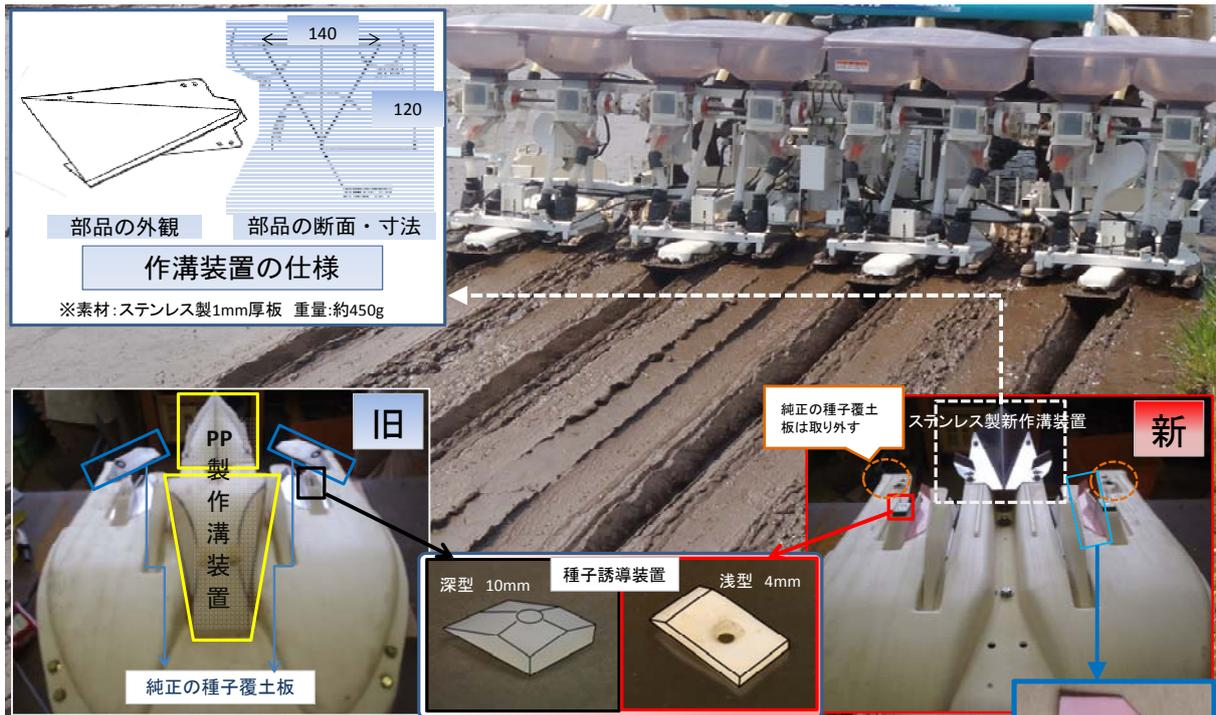
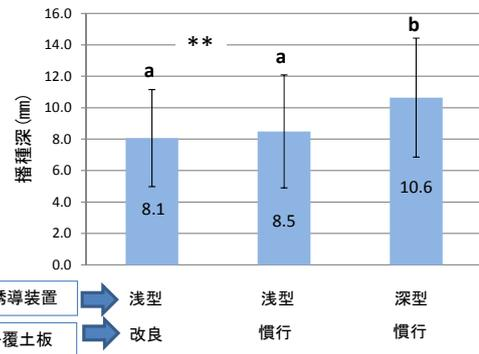

図1 新作溝装置の諸元とフロート底面プロファイル
図3 種子誘導装置と種子覆土板による播種深
- (1) 新たな作溝装置は、高精度湛水直播機（緊プロ機ベース）のプロート部分に装着できる1ピース・シームレスのステンレス製作溝装置である。1ピース当たりの重量は約 450g であり、従来の PP 製作溝装置の約 2000g と比べて軽量である。製作費（試作費実費）は、材料費込みで、1セット4部品（8条用）で約2万円であり、従来の PP 製作溝装置（8条用販売価格約24万円）と比べて低コストである（図1）。
- (2) 従来の PP 製作溝装置の後方作溝体と同じ位置（フロート後方下部）に、装着が可能であり、側条施肥機能付きの作業機にも、そのまま装着できる（図1）。種子誘導装置は、播種深が深くなりすぎないようにするため、浅型（4mm）のタイプを用いる（図1、図3）。
- (1) ステンレス製の作溝部品は、図面の持ち込みで鉄工所等に製作委託が可能であるが、材料費の変動等により製作費用は変動する可能性がある。なお、図面の詳細や加工業者リスト等は別途組み立てマニュアル等で提示する。
- (2) 高精度直播機のプロートに、(独)農研機構生研センター緊プロ機ベースの共通品を採用していればメーカーを問わず装着が可能である。
- (3) 播種時の圃場硬度はゴルフボール貫入深で平均-0.5~1.0cm かつ±1cm の範囲に収めることが望ましい。硬めの場合、純正で装備されている種子覆土板（自動制御）が接地せず、種子が露出することがあるため、改良覆土板（製作見積依頼中）に付け替えることにより覆土の精度を高めることができる（図1）。
- (4) 代かき深が 12cm より浅くなる場合、作溝装置のサイズを小さくすることにより対応できる。